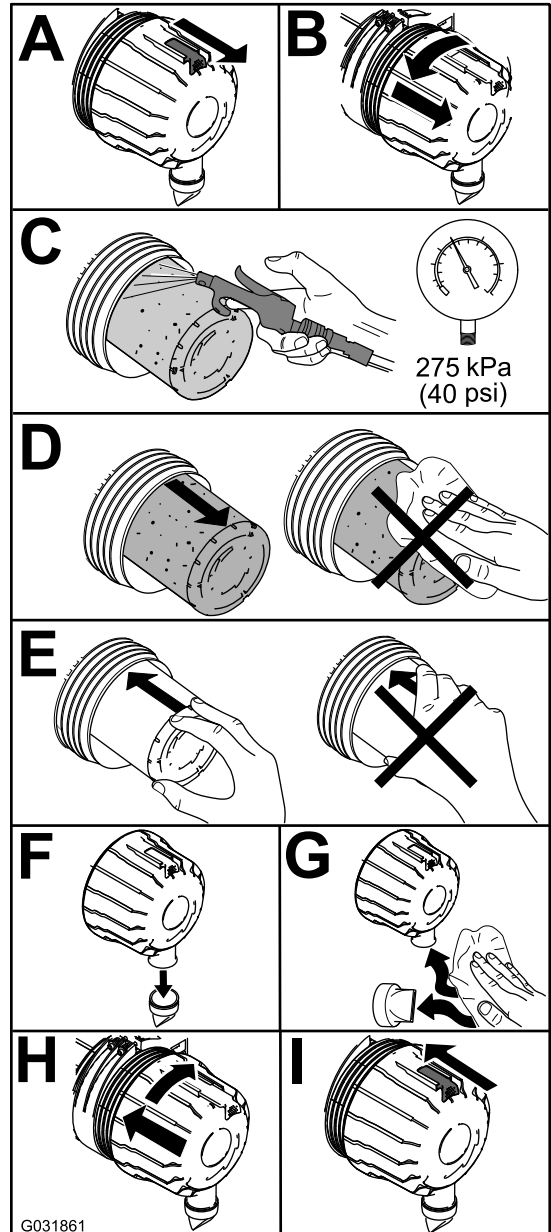

Bild 53
1. Tauschen Sie den Luftfilter aus (Bild 53).